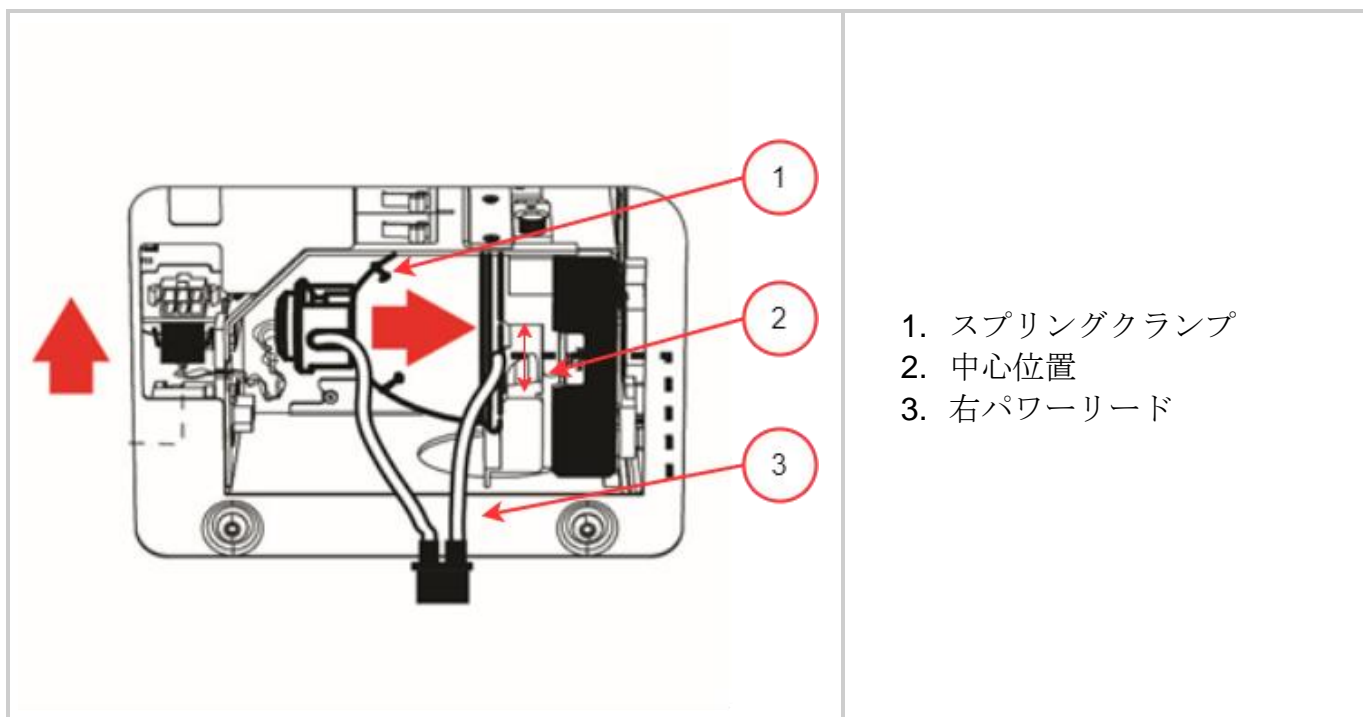

図 3-5 ランプの取り付け方向-2
3. ランプを調整または回転させて、右の電源リードがランプホルダーのどの部分にも接触していないことを確認します。図 3-5 に示すランプホルダーカットアウトの中央に配置する必要があります。